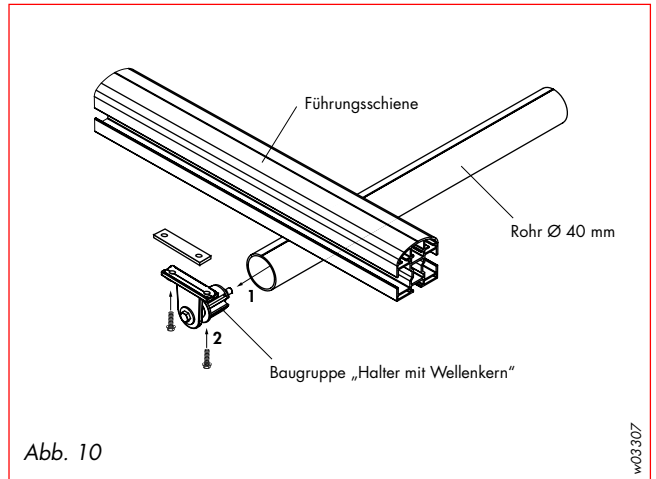

Abb. 10
- Baugruppe „Halte mit Wellenkern“ mit dem Rohr $\varnothing 40$ mm (1) wie in Abb. 10 gezeigt verbinden.
- Halterungen an der Führungsschiene festschrauben (siehe Abb. 10, (2)).